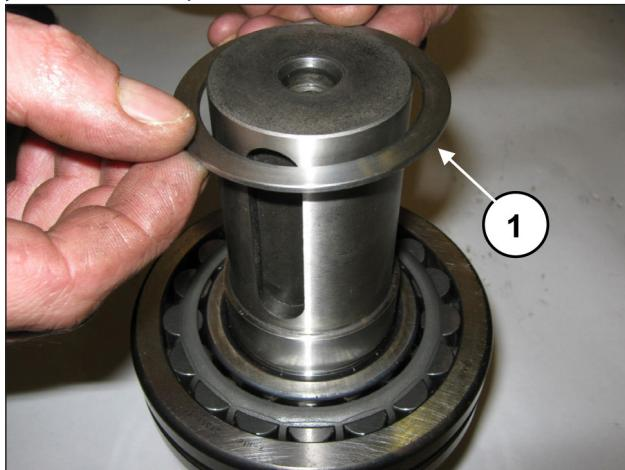
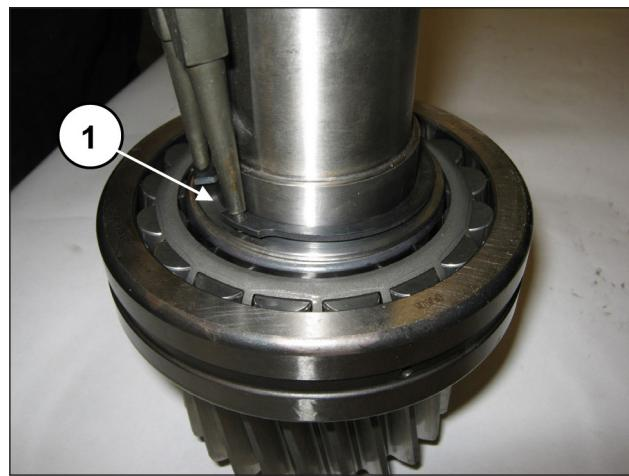

Рис. 85
Рис. 86
Вставьте опорное кольцо подшипника (поз. ①, Рис. 85) и установите стопорное кольцо Ø55 (поз. ①, Рис. 86).